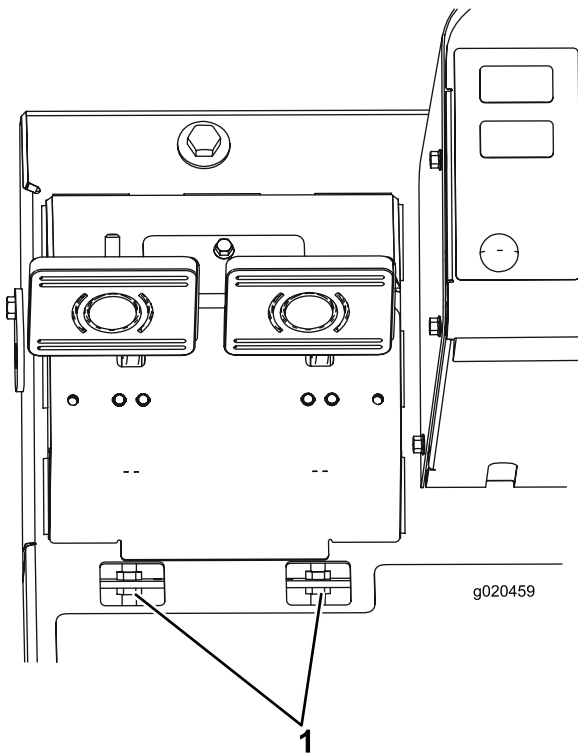

Figure 91
- B. Desserrez l'écrou avant sur l'extrémité fileté du câble de frein (Figure 91).